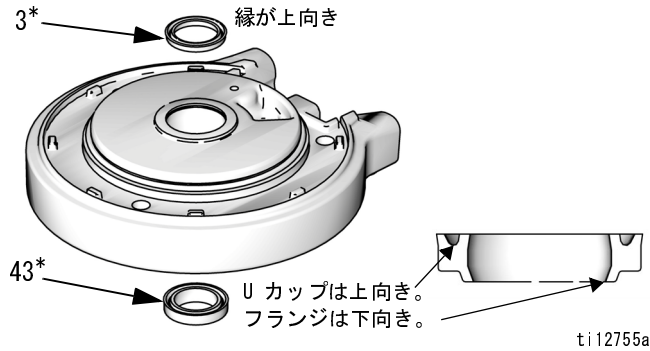

図 12: エアモーター U カップの取り付け
1. O リング (9\*) を潤滑して上部カバー (13) に取り付けます。
2. M07xxx、M12xxx、および M18xxx のみ：上部カバー (13) に上部バンパー (29) を取り付けます。
3. シリンダ (11) の内部を潤滑します。シリンダ (11) を上部カバー (13) の上に下げます。
4. O リング (8\*) を潤滑し、ピストン (5) の周りに取り付けます。
5. ピストンアセンブリ (5) をシリンダ (11) 内に下にスライドさせます。O リング (9\*) が固定されていることを確認してください。
6. シリンダ (11) の周り、および上部カバー (13) の溝にシールド (12) を取り付けます。
7. 図 12 を参照してください。新しいフランジ付き U カップシール (43\*) を潤滑して、下部カバー (1) のベアリングの下部に取り付けます。U カップは上向きで、フランジは下向きである必要があります。新しい U カップシール (3\*) を潤滑して、ベアリングの上部に取り付けます。縁は上向きである必要があります。
② 潤滑油を塗ります。
③ U カップは上向きです。フランジ（下部のシールのみ）は下向きです。図 12、15 ページを参照してください。